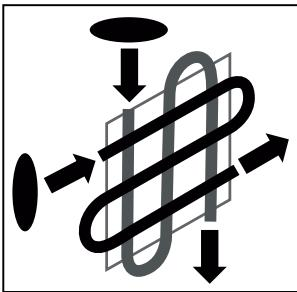

Рис. 4
2. Ведение изделия вдоль окрашиваемой поверхности осуществляйте непрерывной зигзагообразной линией в направлении, соответствующем установленному факелу: горизонтально - при вертикальном факеле; вертикально – при горизонтальном (Рис. 4);
3. Для равномерности покрытия делайте Рис. 4 на хлест между соседними линиями;
8. Выключайте изделие только выключателем (3). Не выключайте, просто отсоединяя кабель от сети (вынимая вилку из розетки).